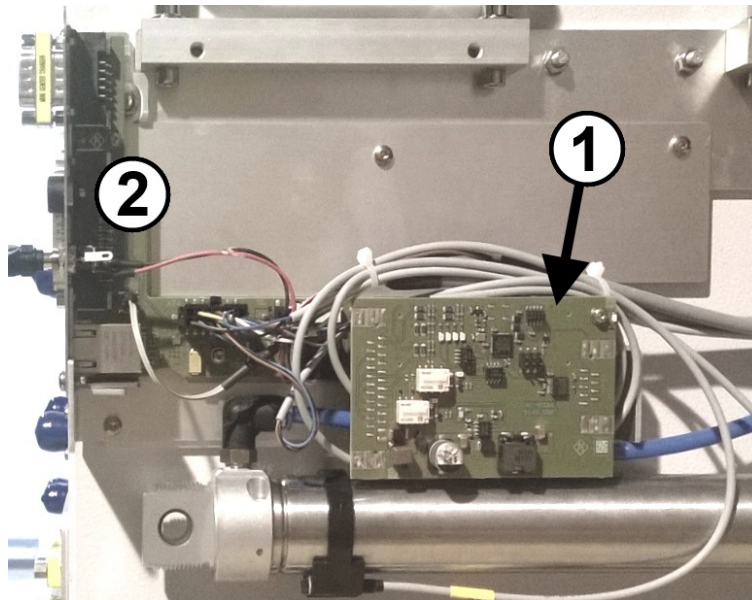

图 10-1: 屏蔽箱内部的 IRC 模块 (已移除顶盖)
- **“IRC”**：内部远程控制模块（**图 10-1** 中标号 1）